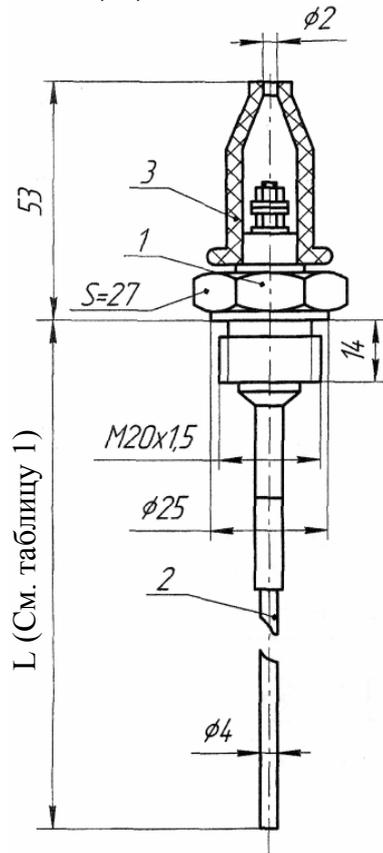

Рис.3. Датчик.
1.4.1.1 Датчик исполнений 1, 2, 6 (см. рис. 3) состоит из корпуса (штуцера) 1, электрода с изолятором 2, колпачка 3, служащего для уплотнения провода, подключаемого к клемме электрода.
2.1.2.2 Разметка мест для крепления датчиков и передающего преобразователя производится в соответствии с рис. 3, 4.